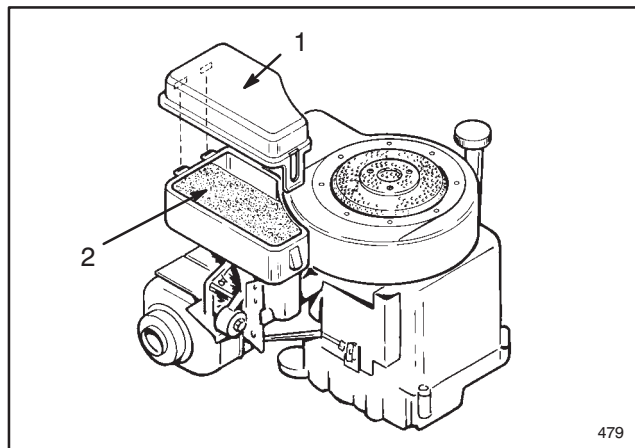

Figure 9
2. Déverrouiller le capot du filtre à air, au-dessus du carburateur, et le déposer (Fig. 9).
3. Retirer l'élément en mousse (Fig. 9), vérifier s'il n'est pas sale ou décoloré, et le nettoyer si nécessaire.